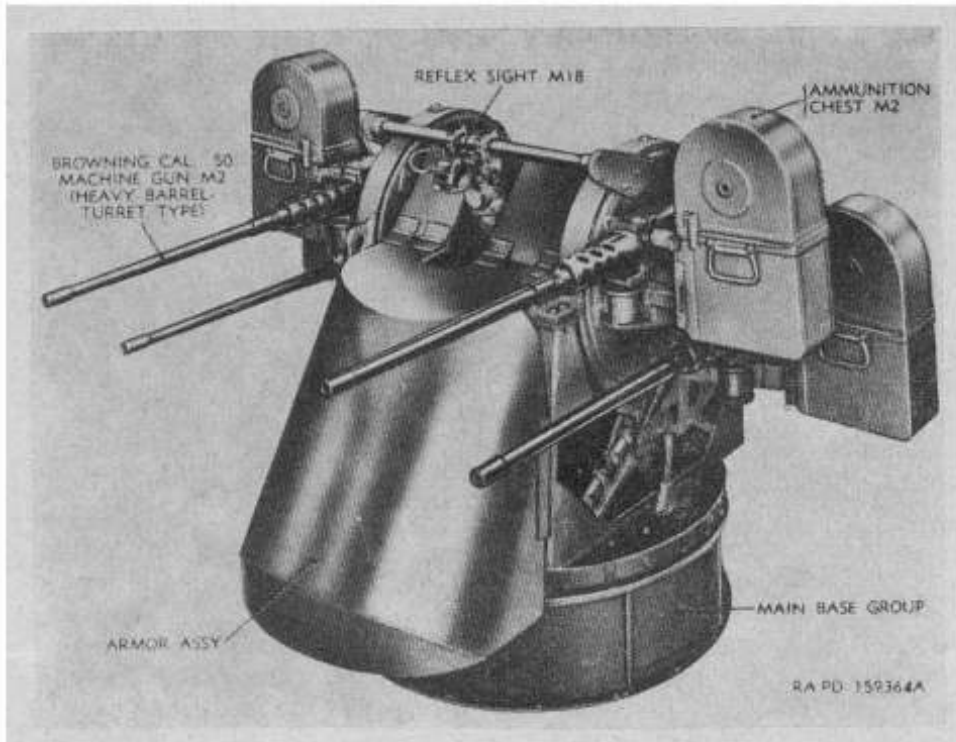

FIGURE 1. — Affût pour mitrailleuses quadruples, calibre 50 (12,7 mm) M45. Vue avant gauche.
*a.* Le présent manuel est destiné au personnel auquel est fourni ce matériel. Ce manuel contient les renseignements concernant la mise en œuvre et l'entretien aux premier et deuxième échelons des affûts pour mitrailleuses quadruples calibre 50 (12,7 mm) M45, M45 C, M45 D et M45 F (fig. 1, 2, 3 et 4), de la remorque M20 (fig. 5) et de la remorque pour mitrailleuses quadruples calibre 50 (12,7 mm) M55 (fig. 6 et 7).
(1) Des renseignements concernant les sujets ci-dessous ont été ajoutés :
(2) Les renseignements concernant les sujets ci-dessous ont été révisés :